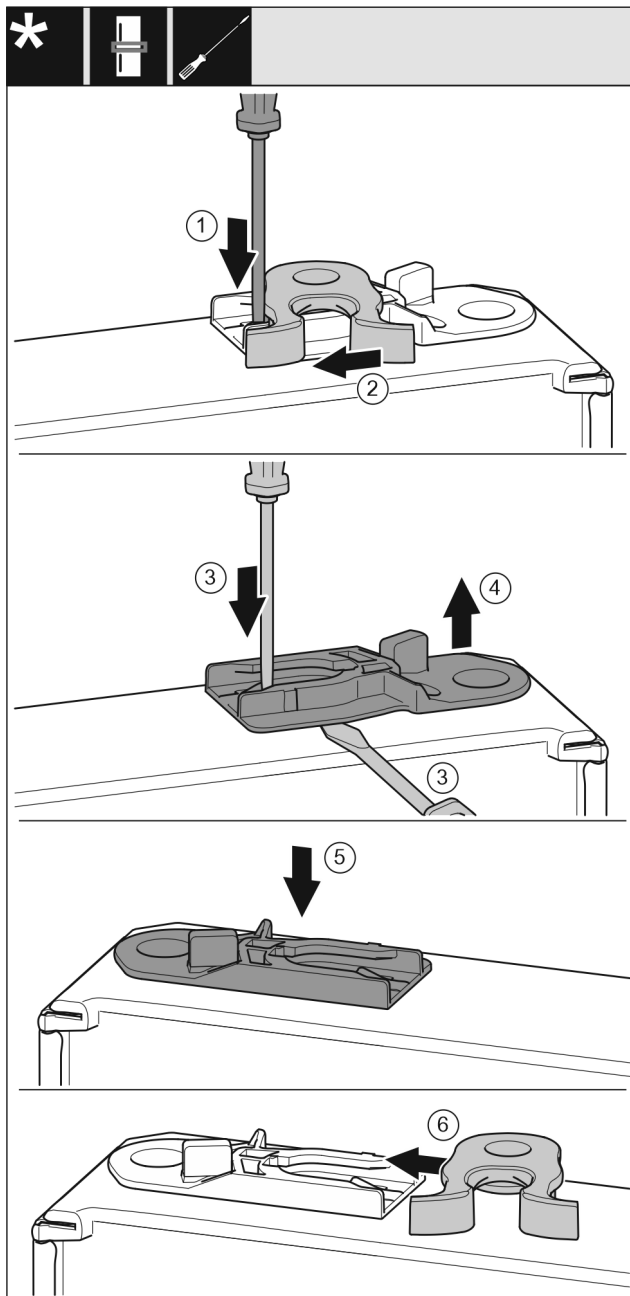

Fig. 28
- ▶ Tryk lasken ned med den flade skruetrækker. Fig. 28 (1)
- ▶ Træk låsekroge ud af føringen. Fig. 28 (2)
- ▶ Træk styrebøsningen ud: Tryk lasken ind med kærveskrue-trækkeren, og før samtidig skruetrækkeren ind under styrebøsningen. Fig. 28 (3, 4)
- ▶ Skub den medfølgende styrebøsning ind i den anden side af huset. Fig. 28 (5)
- ▶ Skub låsekroge ind i føringen. Fig. 28 (6)